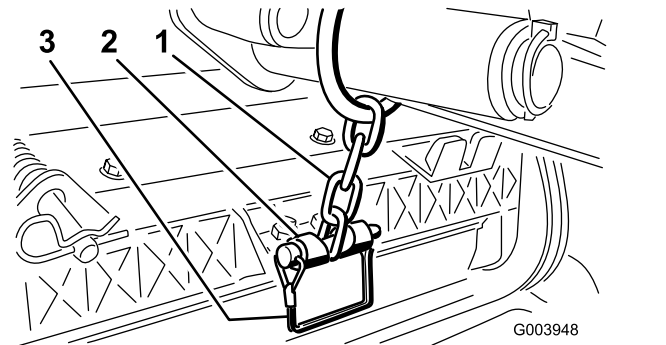

Bild 10
11. Befestigen Sie die Hubarmkette mit dem Einraststift an der Kettenhalterung (**Bild 10**).